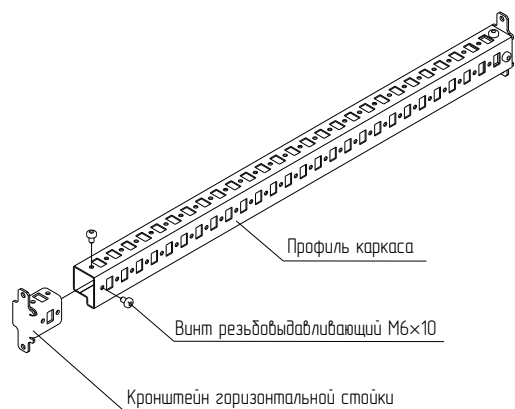

Рисунок 2
4.1.2 Надеть кронштейны горизонтальной стойки на торцы профиля каркаса и закрепить винтами М6×10 (рисунок 2). Момент затяжки – 7 Н·м.